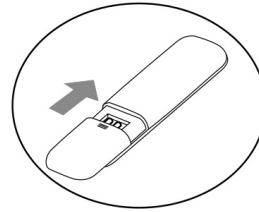

Fig. 3
- Reinscrivere il coperchio nel vano batterie (osservare la direzione della freccia nella fig. 3).